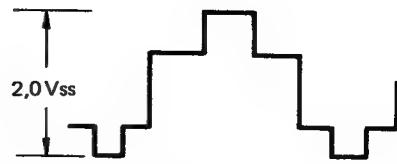

Abb. 8-27
2. TP402 mit dem Oszilloskop (externe Triggerung bei TP511) beobachten, R476 (Wiedergabepiegel) so einstellen, daß 2,0 Vss erhalten wird (siehe Abb. 8-27).